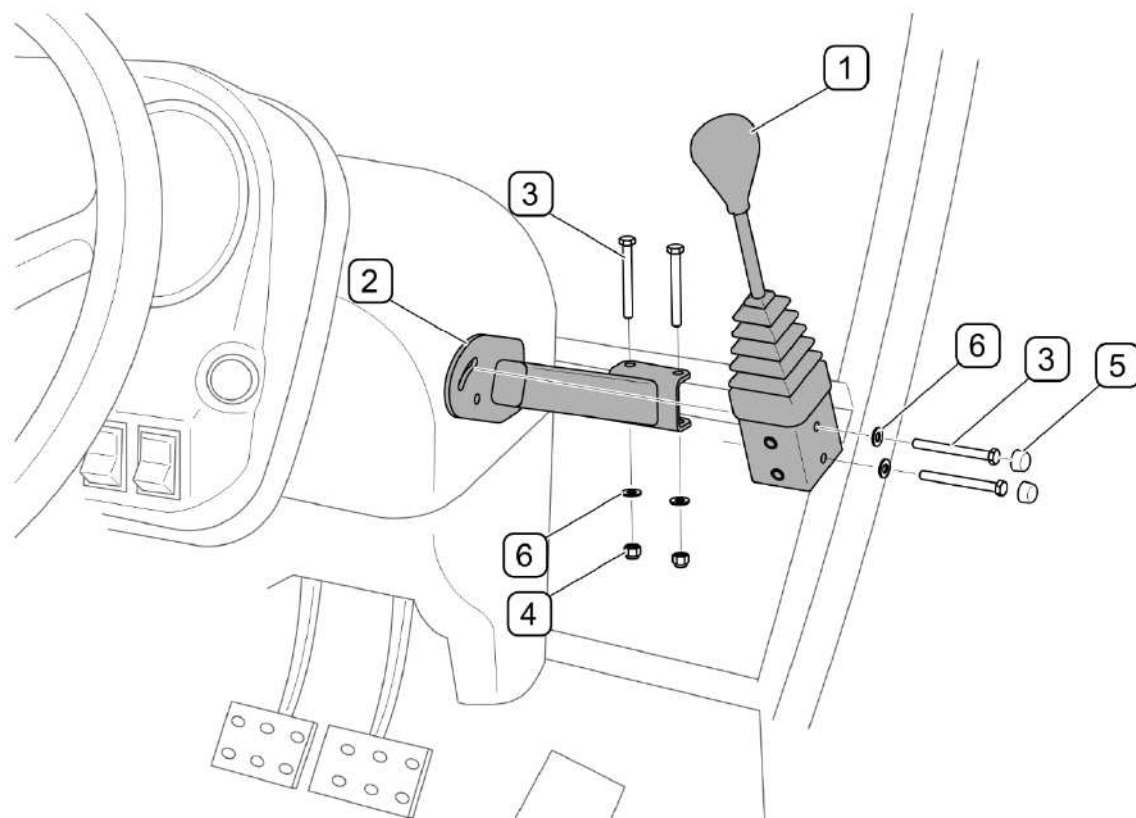

РИСУНОК 4.8 Монтаж рычага управления (БЕЛАРУСЬ 1221.3 / 1523.3)
В тракторах Беларусь 1221.3 / 1523.3 на горизонтальной балке в кабине, с правой стороны консоли закрепить кронштейн (2) (РИСУНОК 4.8). Затем закрепить на кронштейне рычаг (1) управления погрузчиком.